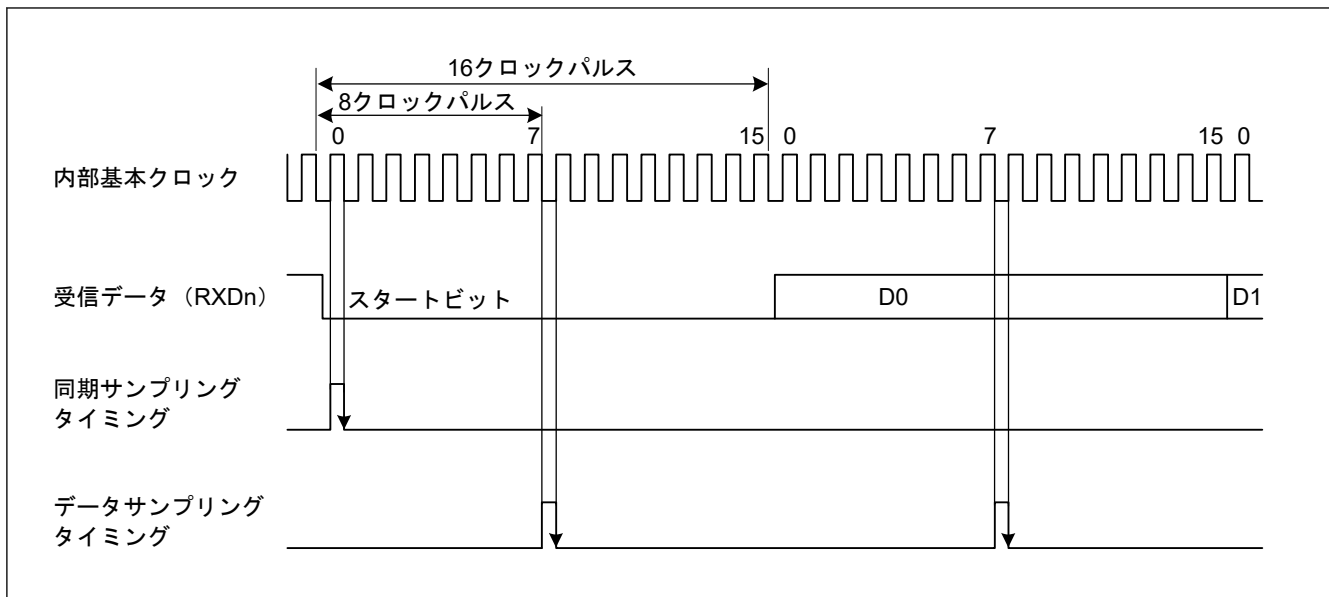

図 26.3 調歩同期式モードでの受信データサンプリングタイミング
また、図 26.3 に示すように、受信データは基本クロックの 8 パルス目^(注1)の立ち上がりエッジでサンプリングされるため、各ビットの途中でデータが取り込まれます。調歩同期式モードでの受信マージンは以下の式 (1) のように表すことができます。